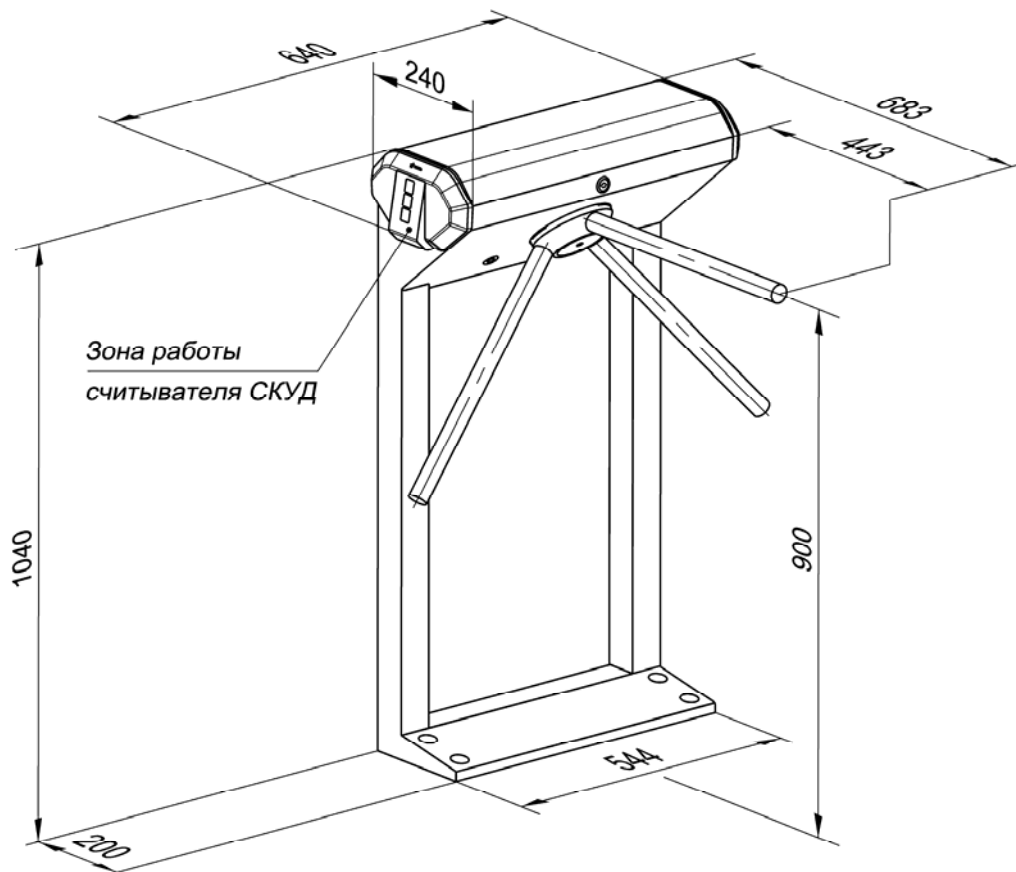
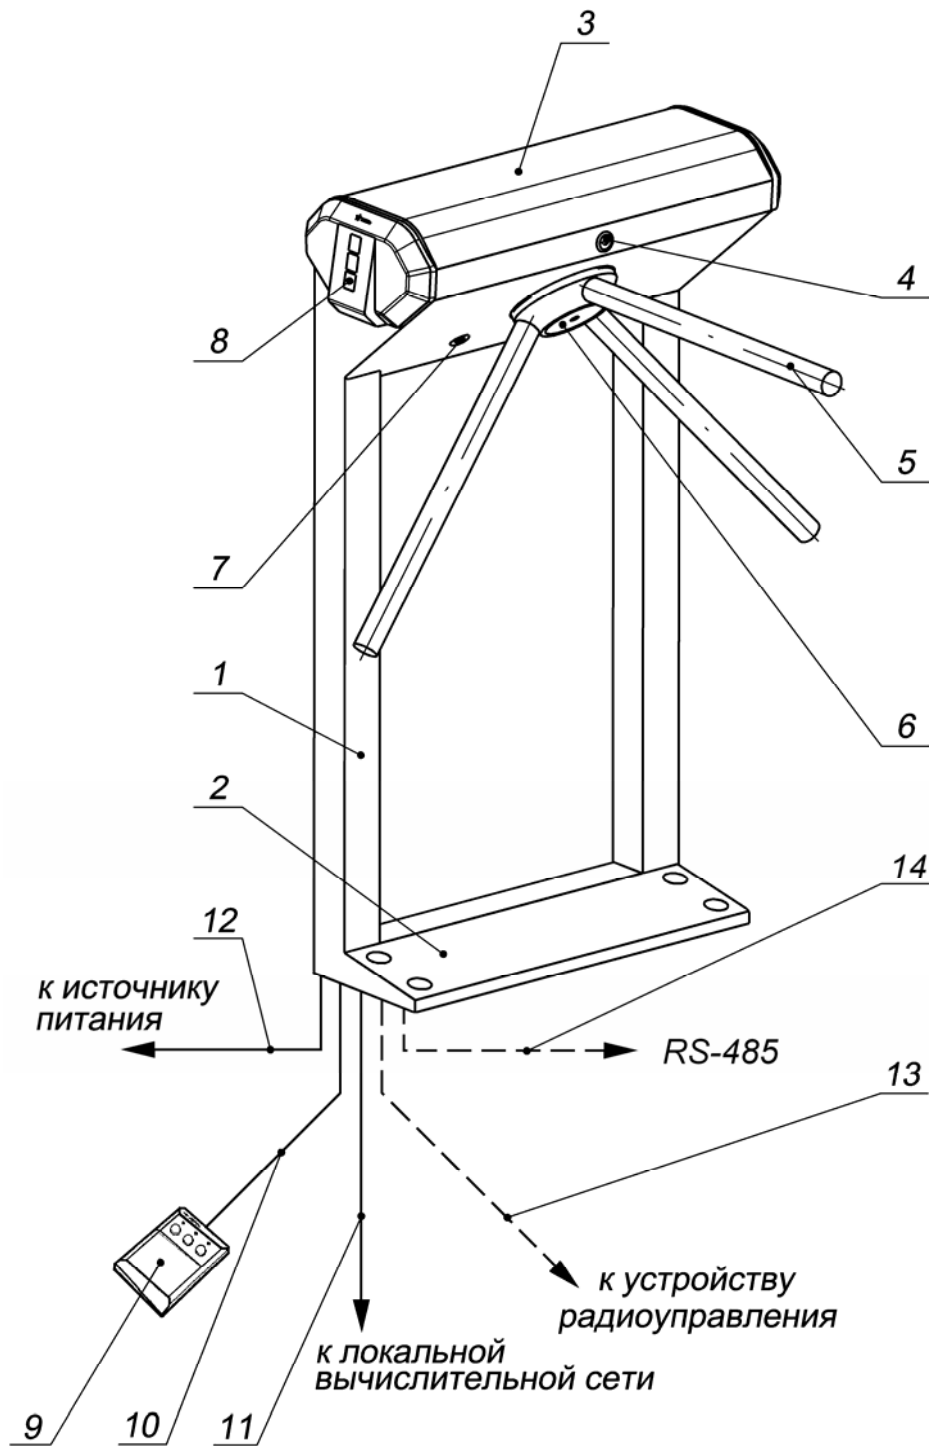

Рисунок 1 Габаритные размеры ЭП
Рисунок 2 Устройство ЭП:
5.2.1 Устройство ЭП показано на рис. 2. Номера позиций в тексте *Руководства* указаны в соответствии с рис. 2. Габаритные размеры ЭП показаны на рис. 1. ЭП состоит из стойки со встроенными контроллером и двумя считывателями, трех преграждающих планок и пульта управления (см. рис. 2, позиции 1-3, 5 и 9).